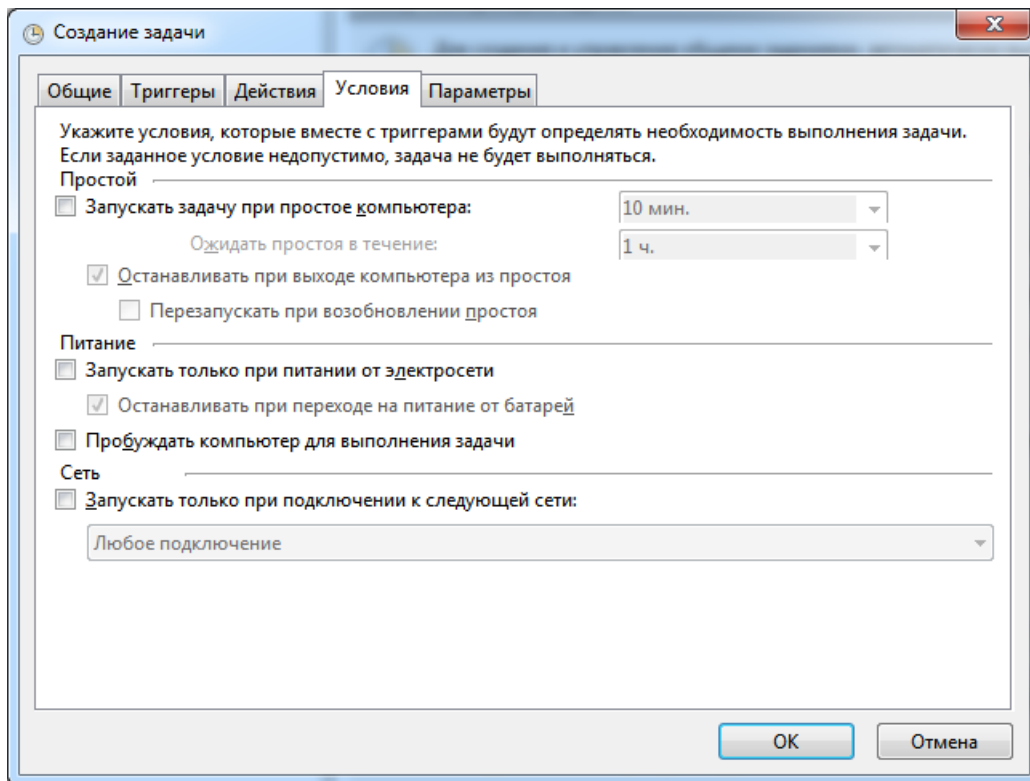

Рисунок 3.29 - Вкладка "Условия"
7. Во вкладке "Условия" необходимо самостоятельно настроить параметры в соответствии с вашими требованиями. Ниже отображены настройки, которые подойдут для АРМ (см. рис. 3.29).